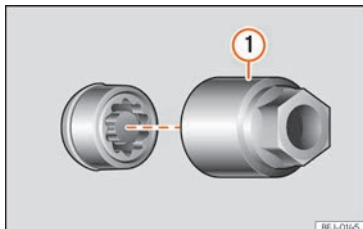

Fig. 35 Boulon antivol de roue avec capuchon et adaptateur.
- Encastrez l'adaptateur spécial » **fig. 35** ① (outillage de bord » **page 44**) sur le boulon de roue antivol jusqu'à la butée.